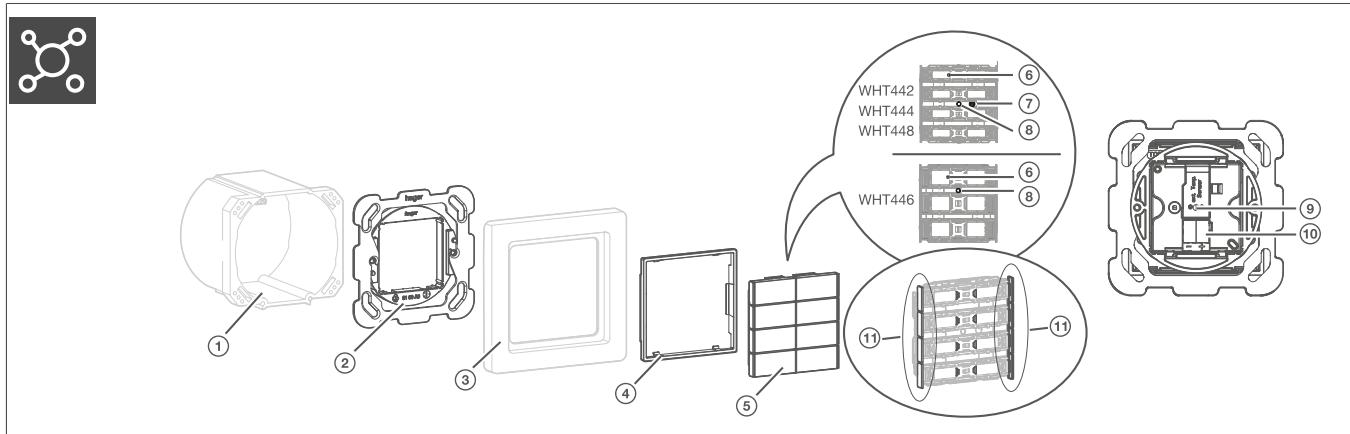

Fig. 5 : Composition de l'appareil
- ① Si disponible, relâcher les boutons à l'aide du bouton de programmation Fig. 5/7: Composition de l'appareil.
- ② La tension bus est présente.
- ③ Appuyer sur le bouton de programmation.
La LED d'adressage physique Fig. 5/6: Composition de l'appareil s'allume.